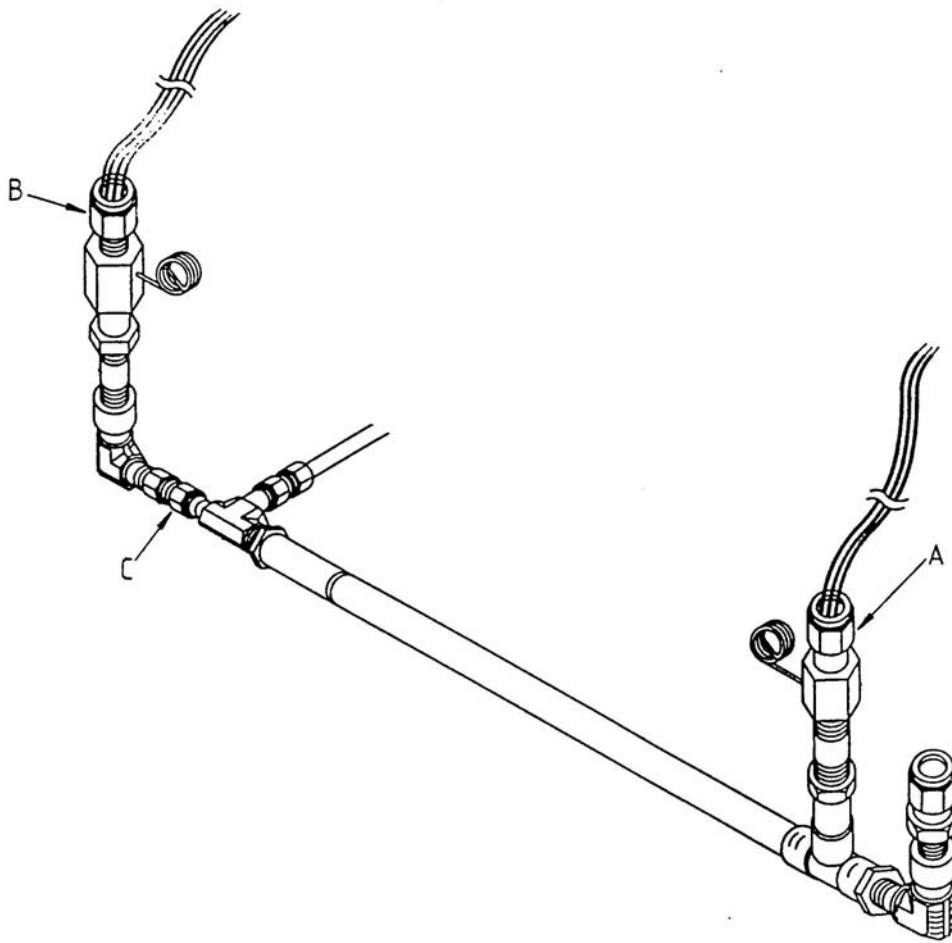

Bild 6: Heizelement mit Fittings
3. Swagelokverschraubungen A (Bild 6) im Inneren des Elektronikraums und C am Luftaustritt lösen. Nachdem noch die Versorgungsleitungen entfernt wurden, kann die Heizeinheit vorsichtig herausgenommen werden. Nur falls auch das Thermistorpaar mit ausgewechselt werden soll, muss auch die Verschraubung B gelöst werden.